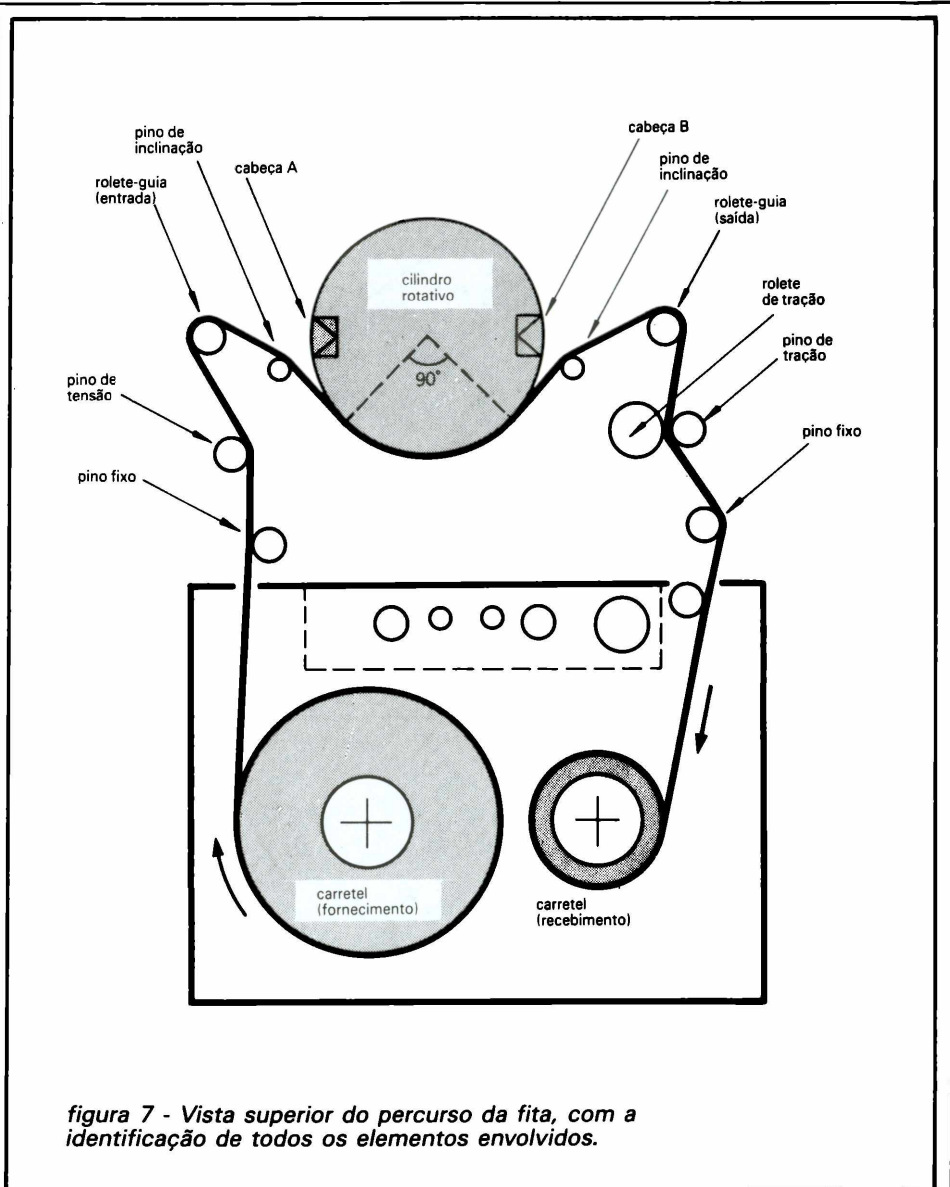
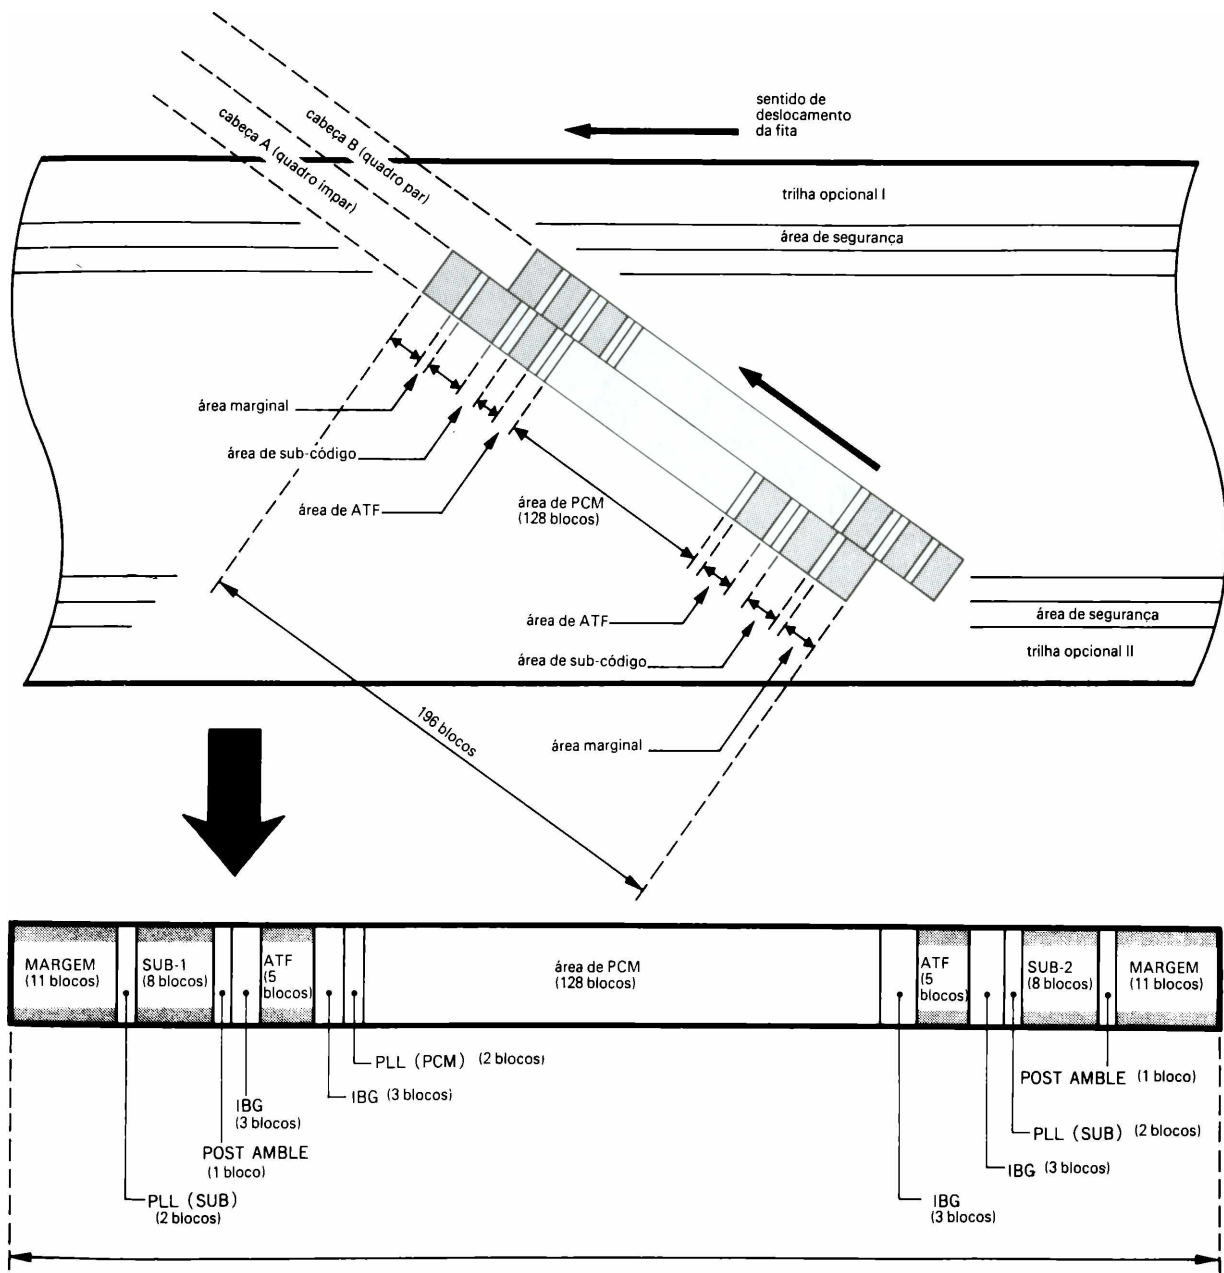

figura 7 - Vista superior do percurso da fita, com a identificação de todos os elementos envolvidos.
figura 8 - Distribuição de áreas nas trilhas da fita DAT.
- E, por fim, os sinais ATF, cujo nome já diz tudo: *Automatic Track Finding* ou posicionamento automático de trilhas. A figura 7 reproduz o percurso da fita dentro do gravador, agora de forma mais elaborada; na figura 8 temos todas as informações sobre a distribuição de áreas aos vários tipos de sinal que podem ser gravados em uma fita DAT.